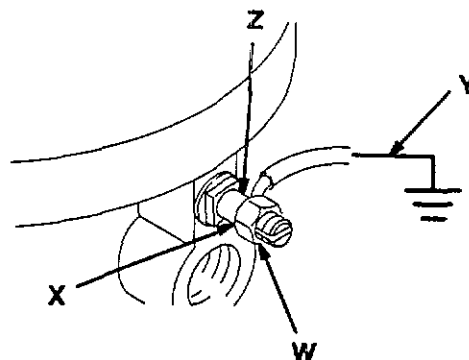

Fig 1
1. **Pumpen:** Använd endast jordade ledningar och klammer. Se fig 1.
För jordning av pumpen, lossa jordskruvens låsmutter (W) och bricka (X). Sätt in ena änden av en min 1,5 mm jordledning (Y) i spåret på jordskruv (Z) och dra åt låsmuttern ordentligt. Se fig 1. Anslut den andra änden av ledningen till riktig jord. Följ lokala bestämmelser. Se **TILLBEHÖR** på sid 18 beträffande jordledning och klammer.